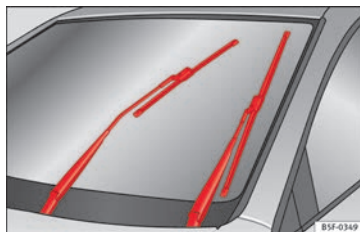

Fig. 170 Tergicristalli in posizione service.
- Accendere e spegnere il quadro, quindi (dopo circa 9 secondi), spostare la leva del tergicristalli verso il basso (tergitura singola). Le spazzole si posizionano nella posizione di manutenzione » **fig. 170.**